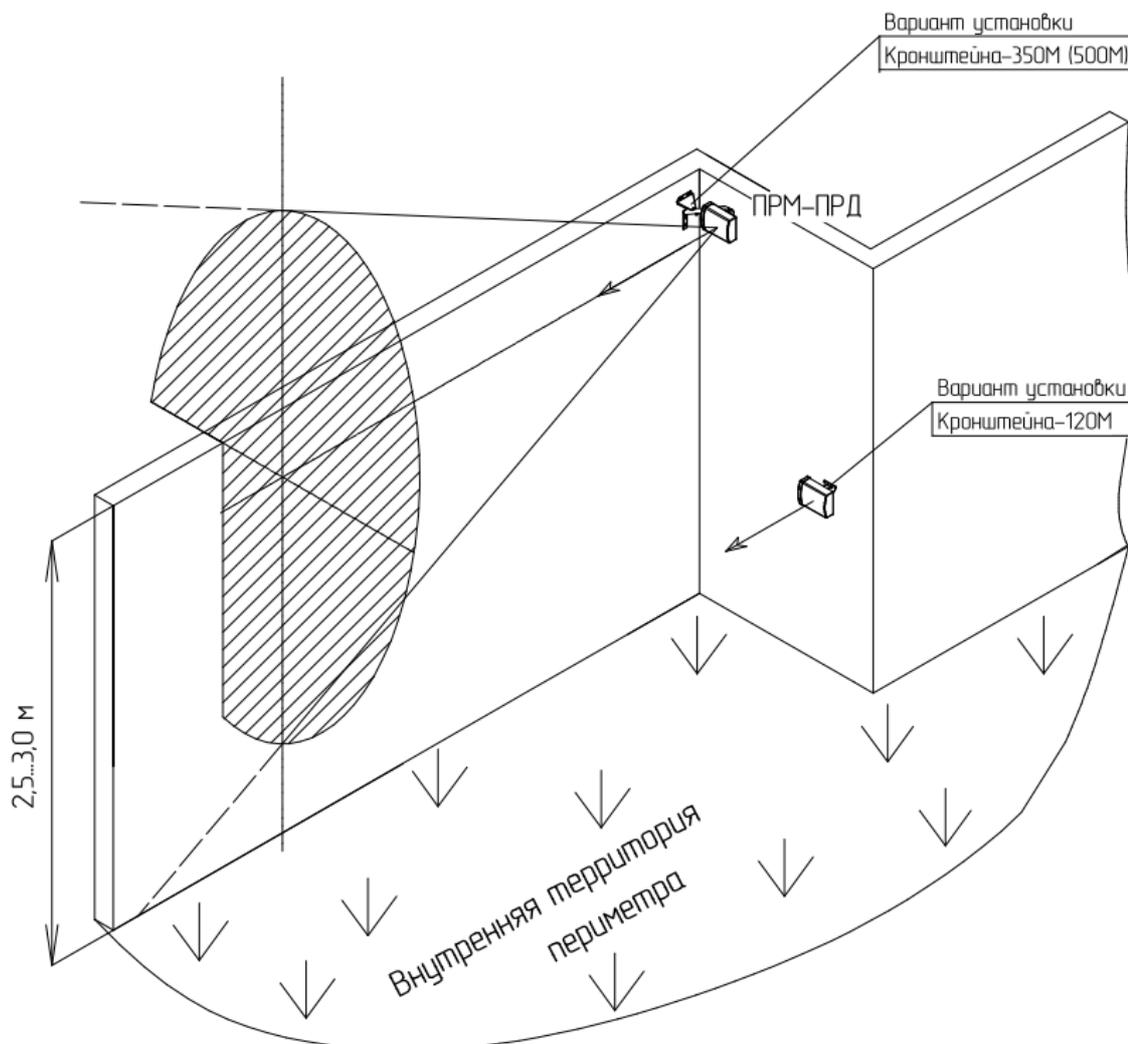

Рисунок 2.4 - Примеры установки извещателя с применением выносных кронштейнов 500М, 350М, 120М
- Кронштейн-500 (вынос 500 мм) рекомендуется применять, если верх ограждения «закрит» средствами физической защиты (АСКЛ, АКЛ и т.п.) (см. рисунок 2.4);
- Кронштейн-350 (вынос 350 мм) рекомендуется применять, если по верхней части ограждения отсутствуют средства физической защиты (см. рисунок 2.4);